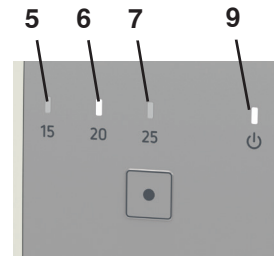

図4
- ◆ 緑色の操作インジケータ（9、図4）が素早く点滅します。
- ◆ 定義されたしきい値の黄色いインジケータが点灯します（5、6、7、図4）。
- ◆ 緑色の操作インジケータ（9、図4）が点灯します。
- ◆ 緑色の操作インジケータ（9, 図4）が点灯します。
- ◆ 定義されたしきい値の黄色いインジケータが点灯します（5、6、7, 図4）。
SILENTフローセンサーが吸引点の流量を検出すると、緑色の運転ランプがゆっくり点滅します（9、図4）。
流量が定義されたしきい値より大きい間は、対応するインジケータが点灯したままとなります（5、6、7、図4）。